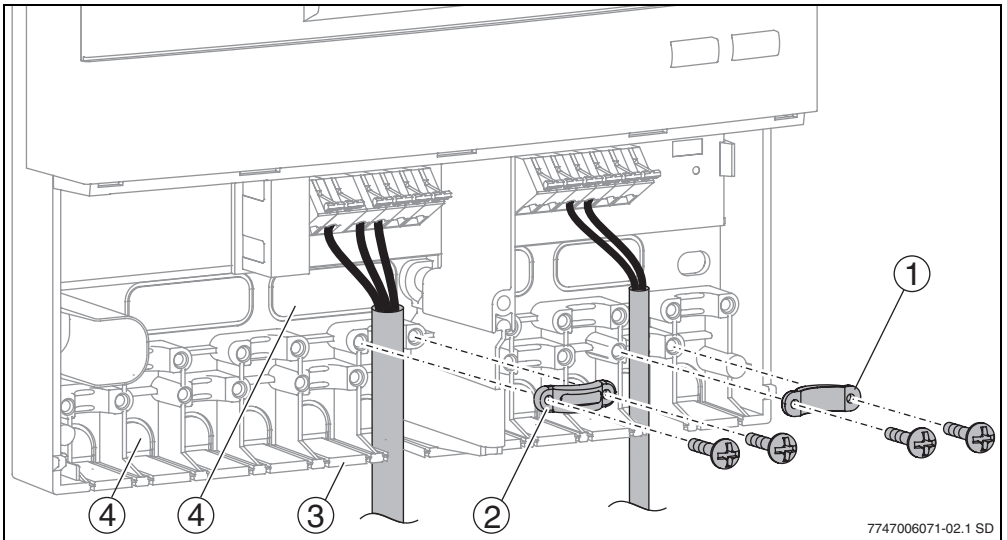

Fig. 5 Paso y fijación de los cables
Según la situación de montaje, los cables se pueden introducir en la caja por detrás (→ fig. 5, 4) o por abajo (→ fig. 5, 3).
- ▶ Haga el paso para cables con un cuchillo (→ fig. 5) para que no quede ningún borde cortante.
- ▶ Asegure los cables con el dispositivo antitracción correspondiente (→ fig. 5, 2). El dispositivo antitracción también se puede montar al revés (→ fig. 5, 1).